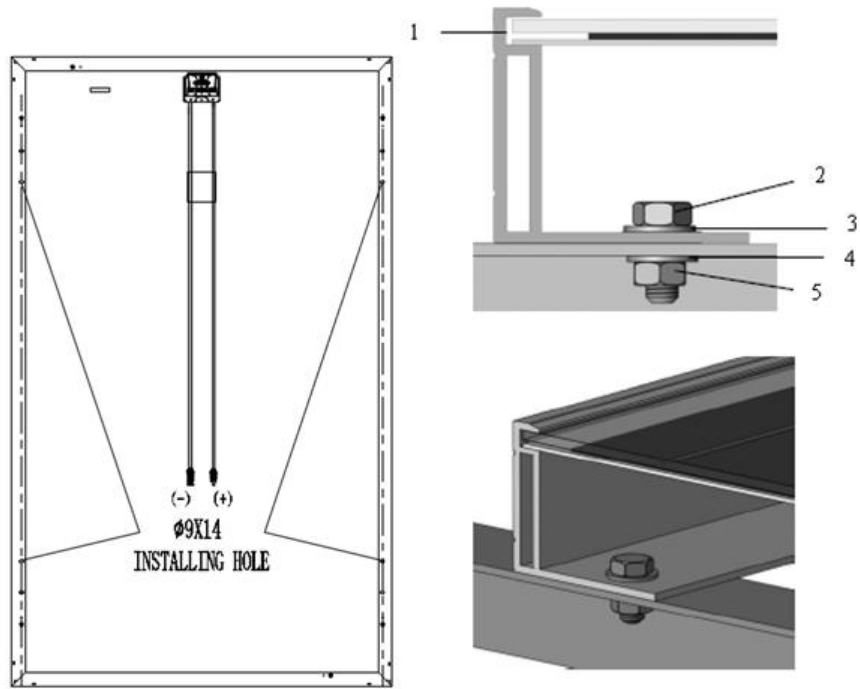

图 5 光伏组件的螺栓安装方式
- 使用 M8 螺栓和平垫圈，弹簧垫圈和螺母（如图 5 所示）将组件固定在每个固定位置，然后拧紧至 140 磅的扭矩。